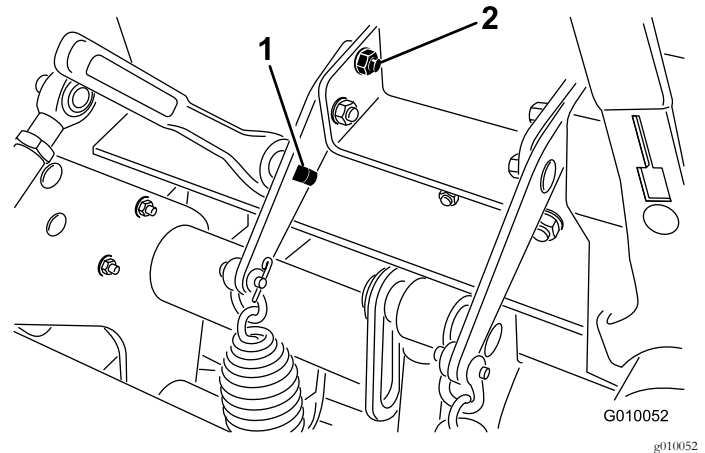

图37
3. 将一个 13mm 的棘轮或呆套筒扳手插入弹簧板上的方孔 图37。